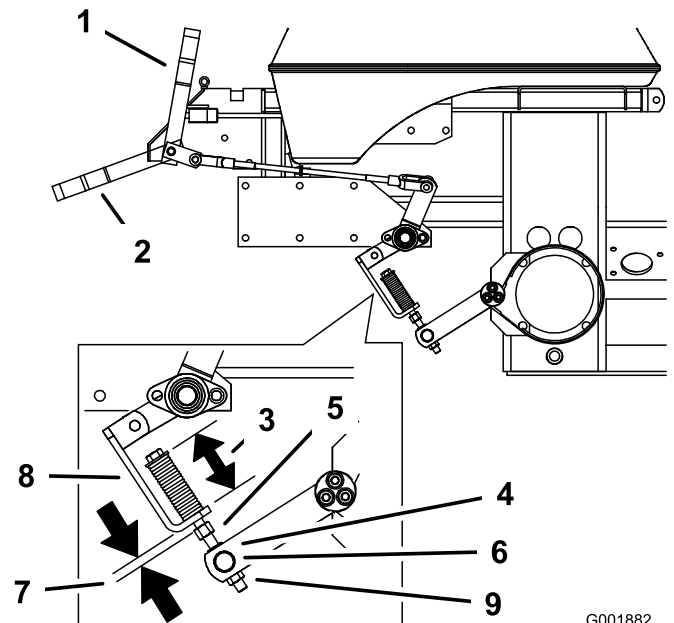

Figura 58
2. Mida la longitud del muelle. La medida debe ser de 70 mm (2-3/4 pulg.) entre las arandelas (Figura 58).
3. Si es necesario un ajuste, afloje la contratuerca que está debajo del muelle y apriete la tuerca que está justo por debajo de la horquilla (Figura 58). Gire la tuerca hasta obtener la medida correcta. Apriete las dos tuercas juntas y repita en el otro lado de la unidad.
6. Mida la distancia entre el soporte del muelle y la tuerca de ajuste que está debajo del soporte del muelle. La medida debe ser de 5–8 mm (1/4–5/16 pulg.) (Figura 58).
7. Si es necesario un ajuste, afloje la contratuerca que está justo por encima del eje-rodillo. Gire la contratuerca que está debajo del eje-rodillo hasta obtener la medida correcta (Figura 58).
8. Apriete la contratuerca que está justo por encima del eje-rodillo (Figura 58).